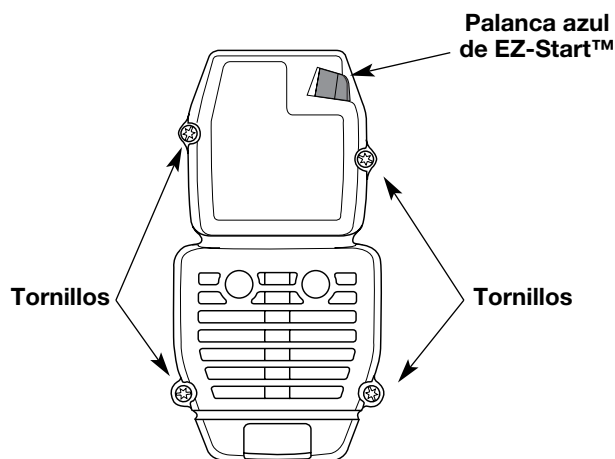

Fig. 36
1. Saque los cuatro (4) tornillos que sostienen la cubierta del silenciador / filtro de aire (Fig. 36). Use un destornillador de vástago plano o de broca Torx N° T20.
2. Inserte los cuatro (4) tornillos en los orificios de la cubierta del silenciador / filtro de aire (Fig. 36) y ajústelos. No los ajuste demasiado.